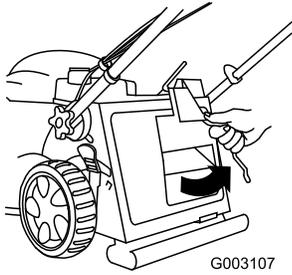

Figure 25
1. Tournez la tige de verrouillage à droite et retirez l'obturateur de mulching (Figure 25).